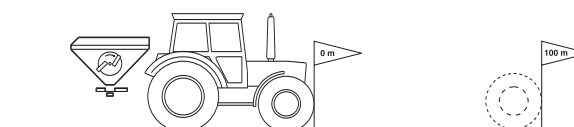

Fig. 23
- Măsurați pe câmp o distanță de exact 100 m. Marcați punctul inițial și punctul final al distanței de măsurare (Fig. 23).